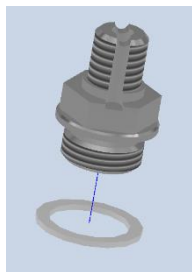

Abbildung 1
1. Den Kennzeichenhalter mit der M12 Hutmutter und der M12 U-Scheibe auf die **SE Verschlusschraube mit Entlüftung** (Abbildung 1) aufschrauben.